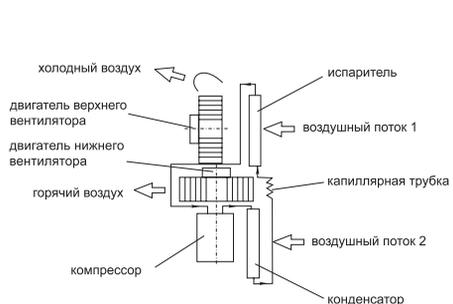

Рис.2.2
2.2.1 Схема охлаждения воздуха в кондиционере KY-32/K101(рис.2.2)